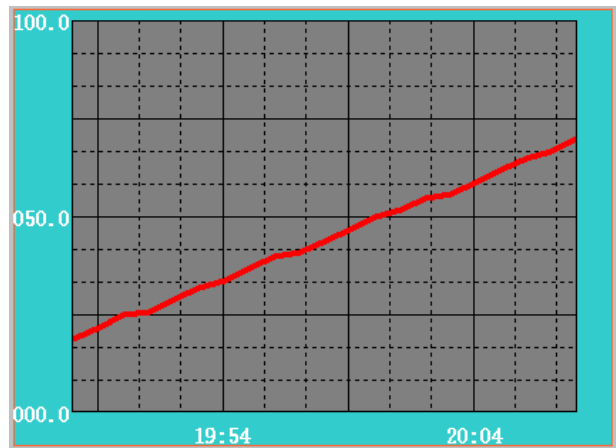

图 4-4 运行时的实时趋势曲线画面
- (6) 设置完毕后单击“确定”按钮关闭对话框。
- (7) 单击“文件”菜单中的“全部存”命令，保存您所作的设置。
- (8) 单击“文件”菜单中的“切换到 VIEW”命令，进入运行系统。在“监控中心”主界面的菜单中选择实时趋势曲线画面即可看到连接变量的实时趋势曲线，如图 4-4 所示。